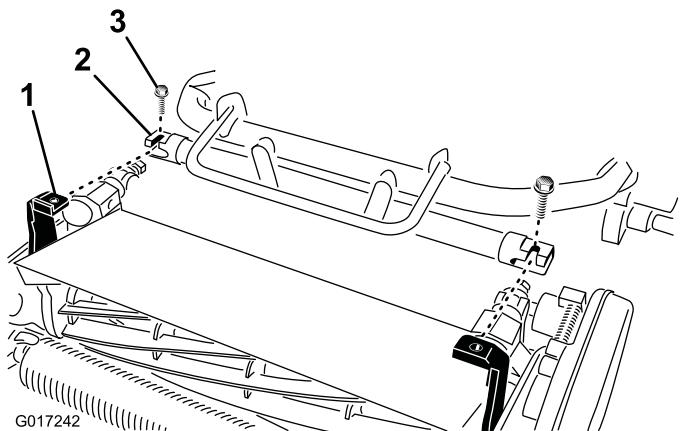

Bild 5
4. Bewegen Sie den Zugmaschinenrahmen (Bild 5) nach vorne, bis er in die Gelenkarme der Schneideeinheit greift.
5. Befestigen Sie den Zugmaschinenrahmen mit zwei Schrauben (3/8" x 3/4") an den Gelenkarmen des Mähwerks (Bild 5).